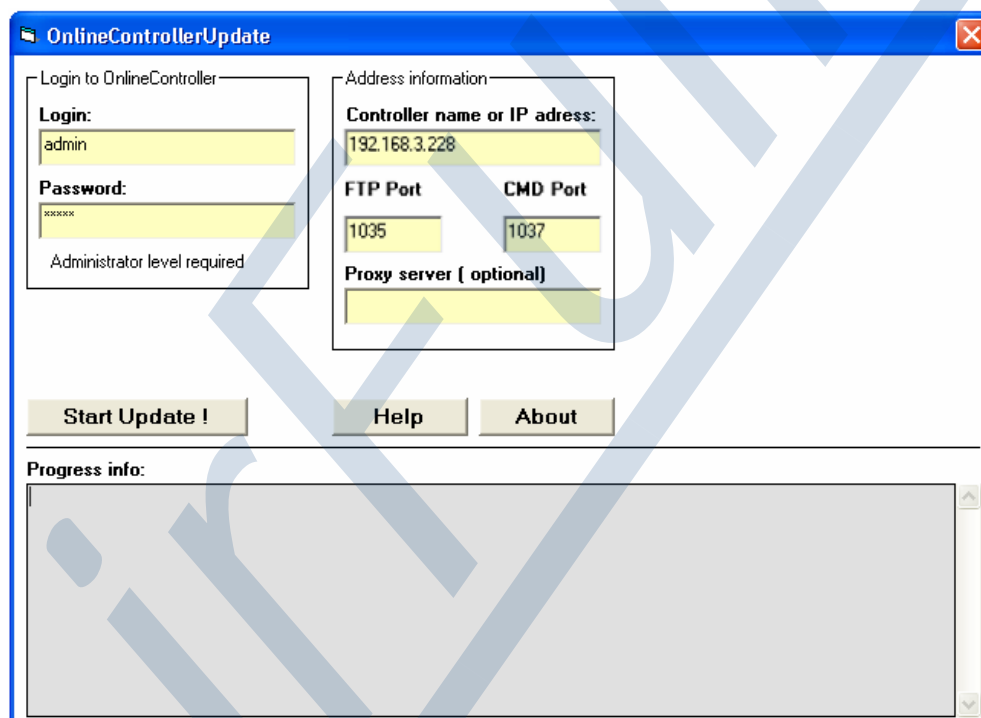

Рисунок 33
4. Необходим администраторский уровень. Введите login, пароль и IP адрес адаптера KKR01A. Смотри рисунок 33: